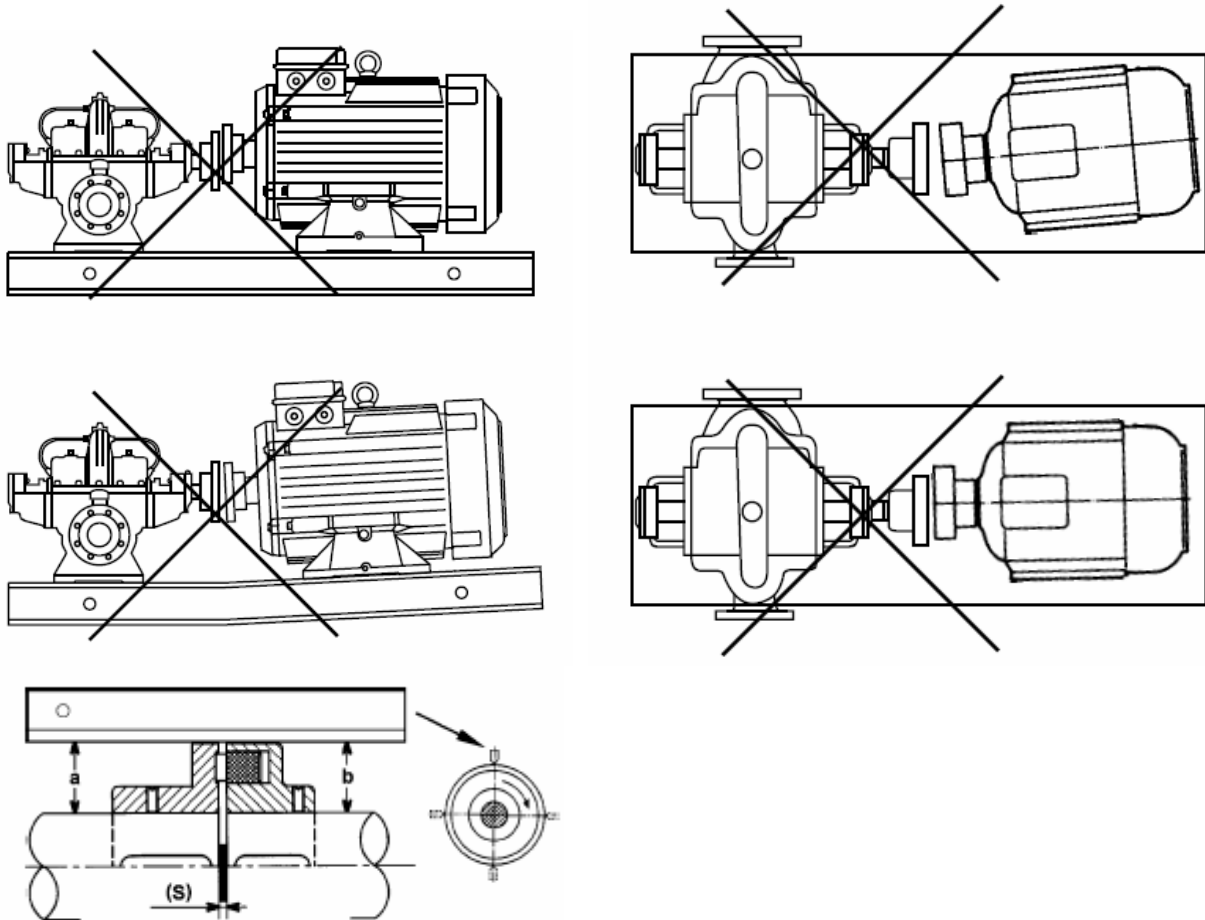

Рис.5
Упругая муфта не предназначена для корректировки неправильно отцентрированных валов насоса и мотора. Центрирование необходимо для того, чтобы вал насоса и мотора находились на одной оси (рис. 5).
- Центровка агрегата проведена правильно, если линейка положенная на обе части муфты во всех её положениях находится на одном и том же расстоянии от вала. Зазор между двумя частями муфты (S) должен быть одинаковым, согласно тех. описанию на муфту. Проверку зазора осуществлять щупом, калибром, шаблоном, рис.5. Зазор установленный на заводе изготовителе $S=3-5$ мм.